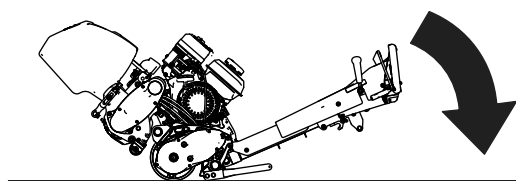

Figure 12
2. Écrou de vis de réglage de contre-lame (2)
- L'unité de coupe étant montée sur la machine, abaissez le timon du groupe de déplacement au sol (Figure 12).